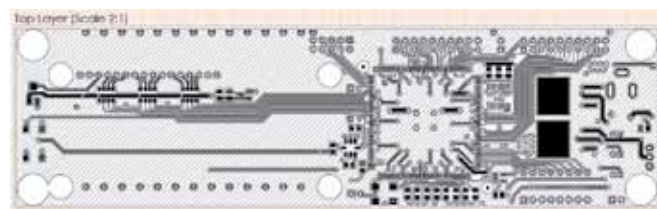

Рис.4. Вид слоя платы
2. **Слой платы (Fabrication View)** (рис.4). Кроме стандартных настроек положения вида, его масштаба и заголовка в окне свойств можно задать настройки отображения послойного вида: